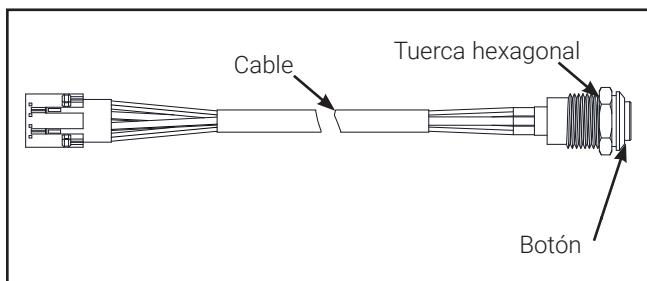
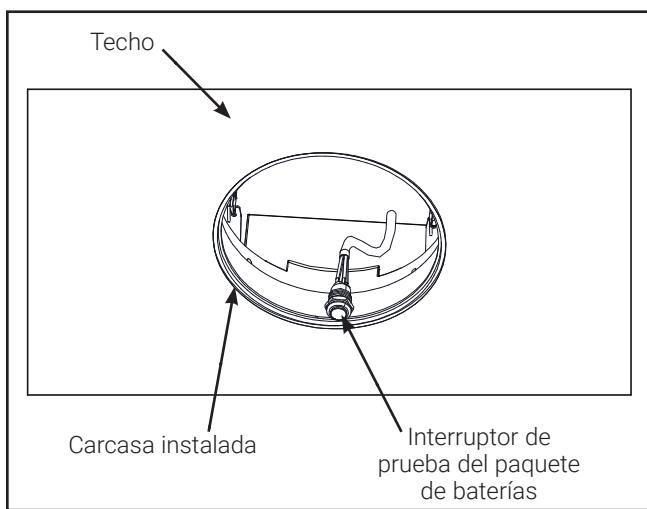

Figura 1.
Figura 2.
1. Saque el interruptor de prueba del paquete de baterías de la carcasa instalada (Figura 1 y Figura 2).